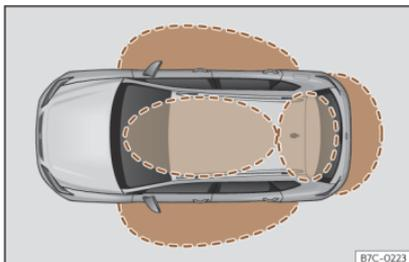
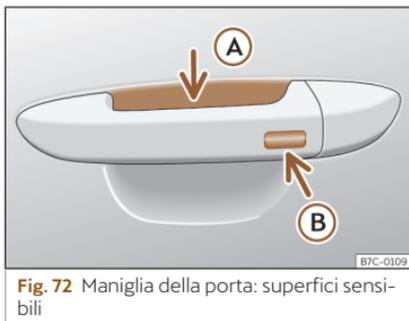

Fig. 71 Keyless Access: zone di prossimità.
Fig. 72 Maniglia della porta: superfici sensibili
zare attivamente la chiave dello stesso. A tal fine, occorre soltanto che vi sia una chiave del veicolo valida nell'area di rilevamento corrispondente al tentativo di accesso al veicolo» fig. 71 e toccare una delle superfici sensibili delle maniglie delle porte» fig. 72 o azionare il *softtouch*/la maniglia del portellone posteriore» pag. 107 » ❶.
Se in una delle zone di prossimità si trova una chiave valida» fig. 71, il sistema di chiusura
- Impugnare la maniglia di una delle porte anteriori. Facendolo si tocca la superficie sensibile»» fig. 72 (A) (freccia) della maniglia e si sblocca il veicolo.
- Toccare *una volta* la superficie sensibile di blocco»» fig. 72 (B) (freccia) della maniglia di una delle porte anteriori. La porta della maniglia azionata dovrà essere chiusa.
- Toccare *una volta* la superficie sensibile»» fig. 72 (B) (freccia) della maniglia di una delle porte anteriori. Il veicolo si blocca grazie al sistema di sicurezza "Safe"»» pag. 102. La porta della maniglia azionata dovrà essere chiusa.
- Toccare *due volte* la superficie sensibile»» fig. 72 (B) (freccia) della maniglia di una delle porte anteriori per bloccare il veicolo senza attivare il sistema di sicurezza "Safe"»» pag. 102.
Quando il veicolo è chiuso, il portellone posteriore si sblocca automaticamente durante l'apertura se nelle vicinanze»» fig. 71 si trova una chiave del veicolo valida.
- Premere il pulsante di chiusura  del telecomando e, entro i 5 secondi successivi, toccare una volta la superficie sensibile di blocco della maniglia della porta del conducente >>> **fig. 72 B**. Non afferrare la maniglia della porta, altrimenti il veicolo non si bloccherà. È inoltre possibile effettuare la disattivazione se il veicolo viene bloccato tramite la serratura della porta anteriore lato guida.
ficie sensibile di blocco >>> **fig. 72 B** (freccia) della maniglia della porta finché non si saranno chiusi i finestrini e il tettuccio.
Le superfici sensibili delle maniglie delle porte potrebbero essere attivate da un getto d'acqua o vapore a forte pressione nel caso in cui vicino al veicolo vi sia una chiave valida. Se almeno uno dei finestrini dotati di alzacristalli elettrico è aperto e si attiva in modo permanente la superficie sensibile >>> **fig. 72 B** (freccia) di una delle maniglie, si chiuderanno tutti i finestrini.
- **OPPURE:** toccare *due volte* la superficie sensibile situata sulla parte esterna della maniglia della porta »» **fig. 72 (B)**.